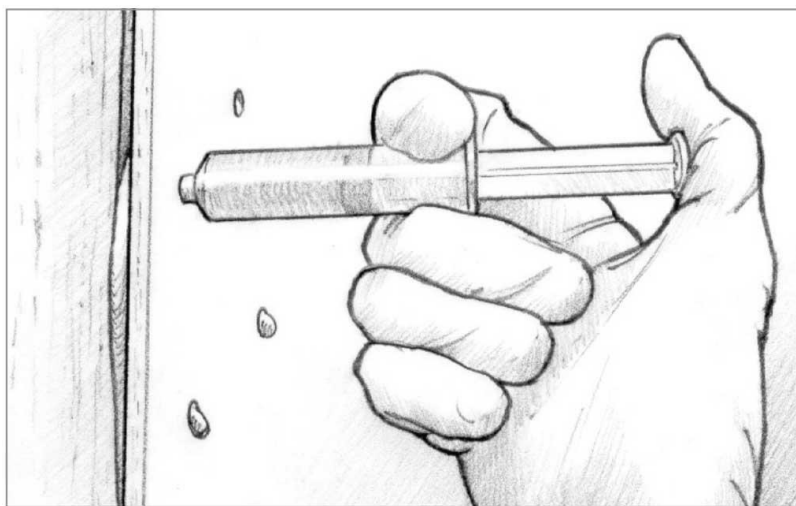

Рисунок 4-9 Введите смесь эпоксидной смолы с наполнителем, пока она не будет выливаться из окружающих пор
3. Впрысните смесь в поры через просверленные отверстия. Введите шприц в самое нижнее отверстие и впрыскивайте смолу до тех пор, пока она не начнёт выливаться из окружающих отверстий (Рисунок 4-9).